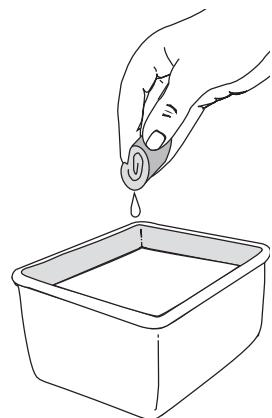

Fig. 23
- Lave el filtro con agua y detergente (Fig. 23). Enjuague bien el filtro. Escurra el exceso de agua. Déjelo secar por completo.